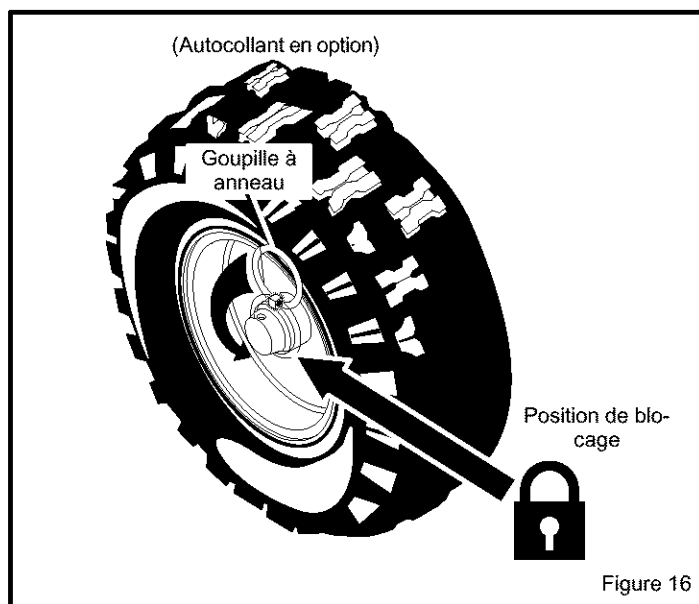

Figure 16
1. La roue gauche est fixée à l'essieu par une goupille à anneau. Ce chasse-neige a été expédié avec la goupille en position de blocage (Figure 16).